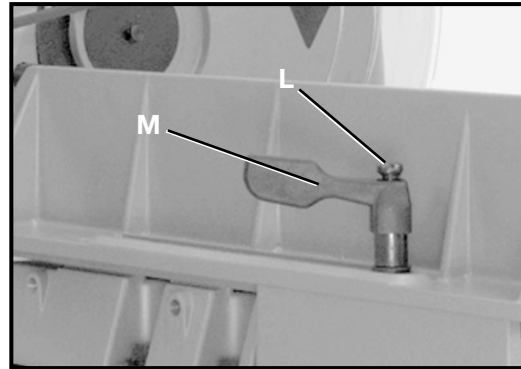

Fig. 7J
9. Positionnez la poignée de blocage (M) fig. 7J sur le goujon, puis remettez la vis et le ressort (L) qui ont été enlevés à l'**ÉTAPE 7. REMARQUE** : La poignée de blocage (M), grâce à un ressort, peut être repositionnée en la soulevant verticalement.